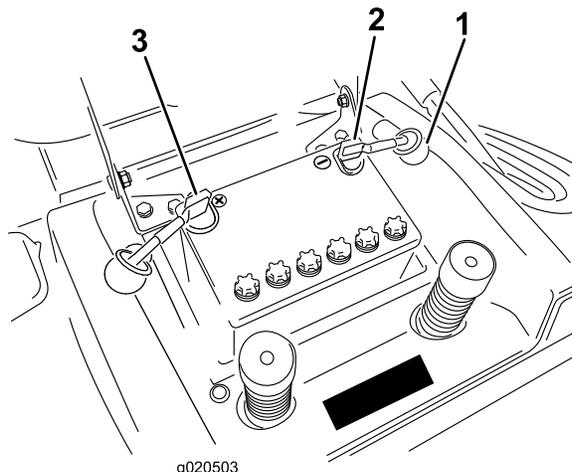

図 34
7. バッテリー端子からマイナスケーブル黒を外す 図 34。
9. バッテリー端子からプラスケーブル赤を外す 図 34。
1. バッテリーの端子が機体後部を向くようにして、バッテリーをシャーシに置く 図 34。
3. ボルトと蝶ナットでプラス端子に赤ケーブルを固定する 図 34。ゴムカバーをかぶせる。
4. ボルトと蝶ナットでマイナス端子に黒ケーブルを固定する 図 34。ゴムカバーをかぶせる。